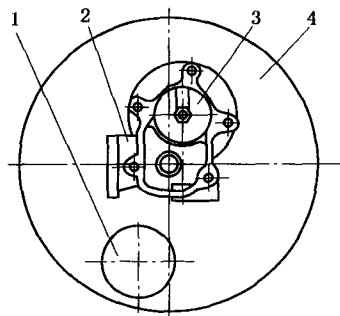

图 4
(3) 工艺方案三 此方案应用于定型项目, 其增压器涡轮箱放气阀端面加工工艺为: 在卧式车床上加工, 设计一法兰盘, 偏心心轴, 将工件装夹其上, 使加工面中心与主轴同心。如图4所示。